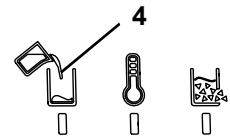

Рис. 12
- ◆ Индикатор «Нагрев / готовность к работе» (5, рис. 12) не горит.